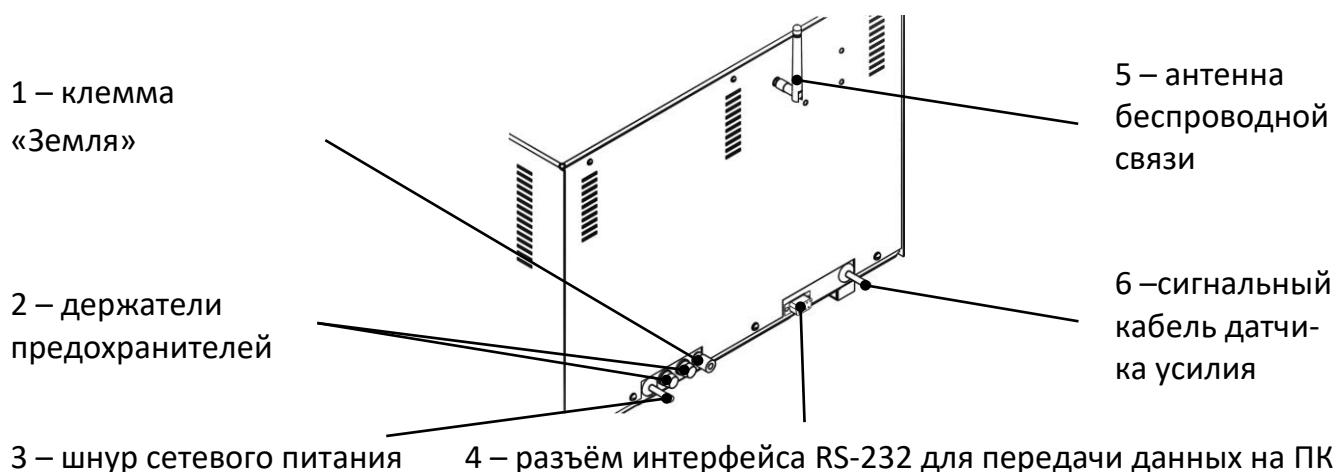

Рисунок 2 – Задняя стенка технологического блока
- 5) при использовании программы Линтей® ЛИНК необходимо подключить antennu из комплекта принадлежностей к разъёму на задней панели пресса (рисунок 2, страница 6)